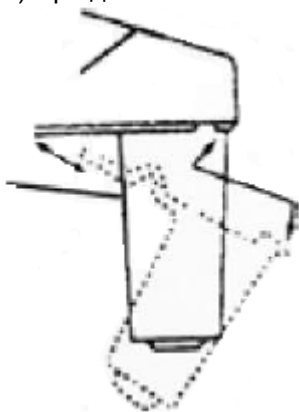

Рис.4
- 1) Переверните крышку так, чтобы сливное отверстие смотрело вверх, достаньте фильтр, как показано на Рис.4 (надавите и вытащите).